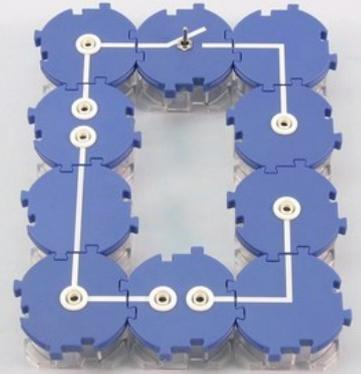
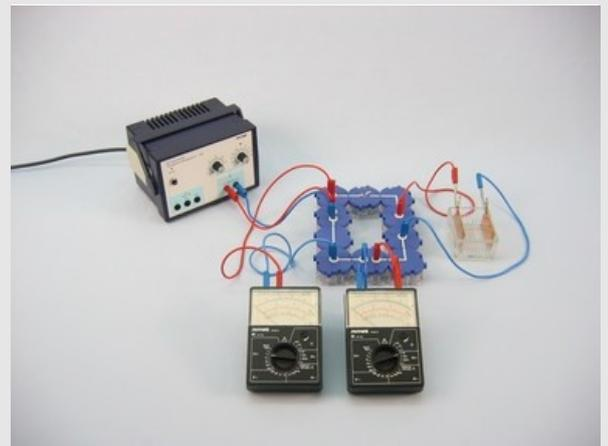

Abb. 1
Abb. 2
- Baue den Versuch entsprechend Abb. 1 und Abb. 2 auf, zunächst mit geöffnetem Schalter. Stecke die Elektroden in den Rillentrog und schließe sie mit Hilfe der Krokodilklemmen und den kurzen Verbindungsleitungen so an, dass die Eisenelektrode mit dem Minuspol verbunden, also Katode ist. Gieß etwas verdünnte Schwefelsäure in die Lösung und rühre um.